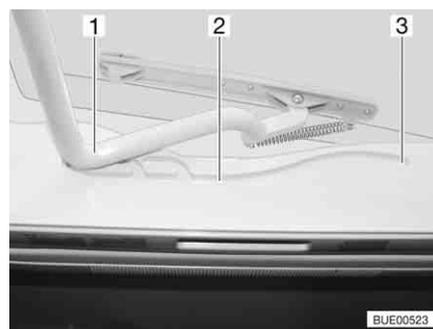

Fig. 58 Claraboya Heki, guía
- Tirar la horquilla (Fig. 58,1) en las guías (Fig. 58,2) hasta la posición trasera final (Fig. 58,3).
- Empujar el estribo (Fig. 58,1) ligeramente hacia arriba con ambas manos.
- Tirar el estribo en las guías (Fig. 58,2) hasta la posición deseada.